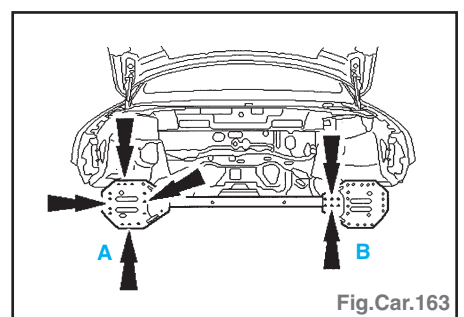

Fig.Car.163
- Fraiser les points de soudure en A et B (Fig.Car.163).